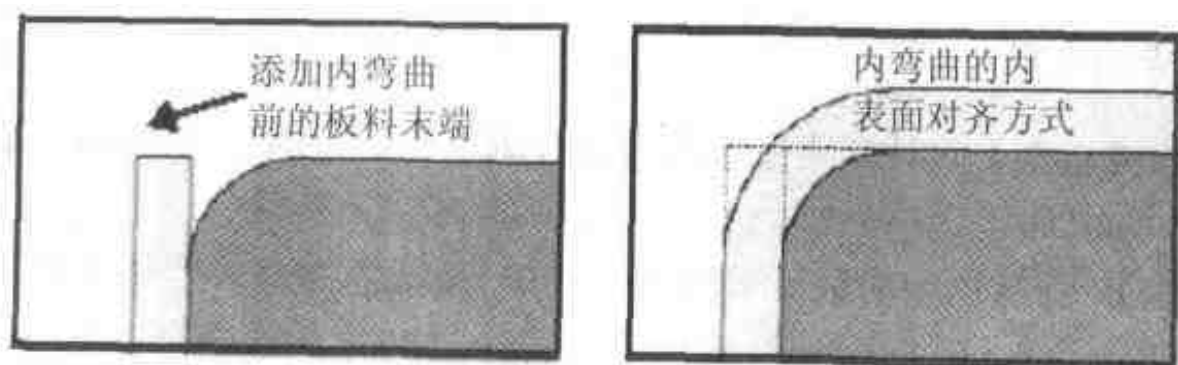

图 1.51 内弯曲示意图
- **内弯曲**：这种弯曲图素对施加该弯曲的板料进行修剪，使弯曲的内表面与板料末端表面的原位置对齐，如图 1.51 所示。